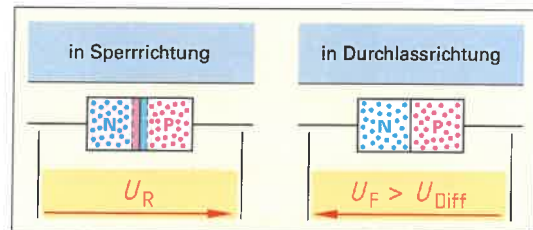

Bild 4: Durchlass- und Sperrrichtung
- Zeichnen und beschriften Sie den Spannungspfeil für die Durchlassspannung  $U_F$  und die Sperrspannung  $U_R$  in der richtigen Polarität in Bild 4 ein und